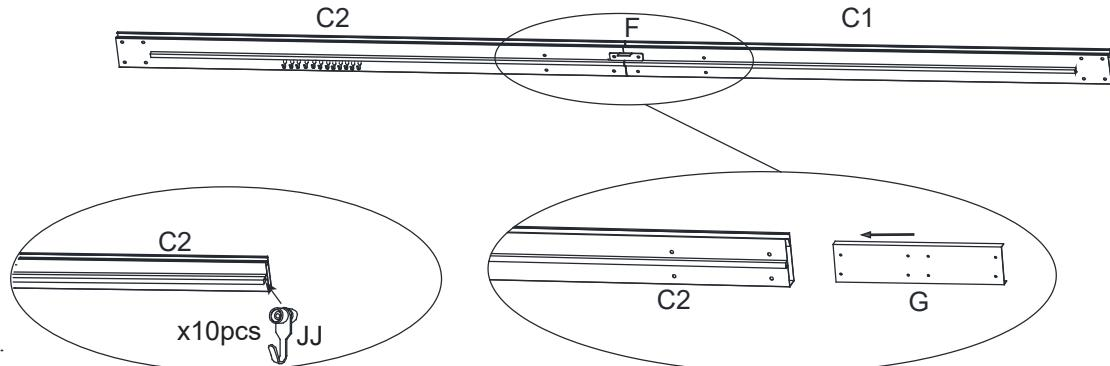

Fig.2.1
- 2.1. Faites glisser le support (JJ) sur le linteau droit (C2), voir Fig.2.1.